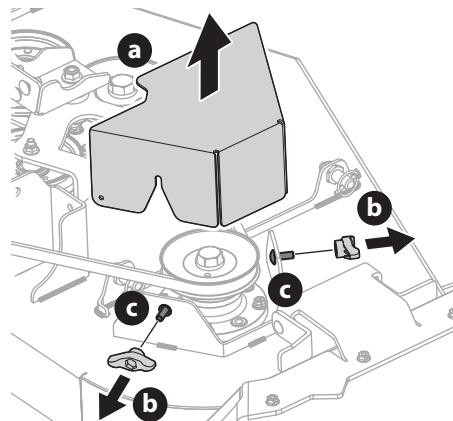

Fig. 41
- Para desmontar las cubiertas de la correa (a), retire las perillas de mariposa (b) de los tornillos de carro (c) que la sujetan a la plataforma (Fig. 41).